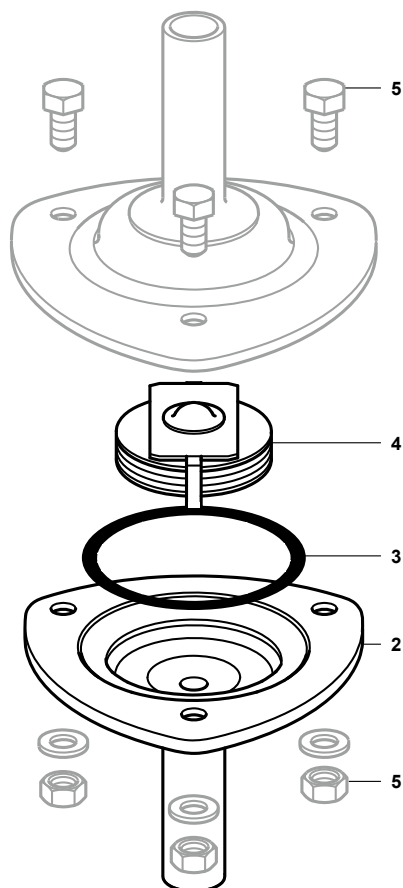

图6 BTM7
- 去除螺母和螺栓 (5)
- 带内部阀座的末端连接(4)和O型圈以及感温元件(2)可以拆卸,以清洗或更换。确保重新组装上的感温元件(2)在正确的位置(参见图6)。